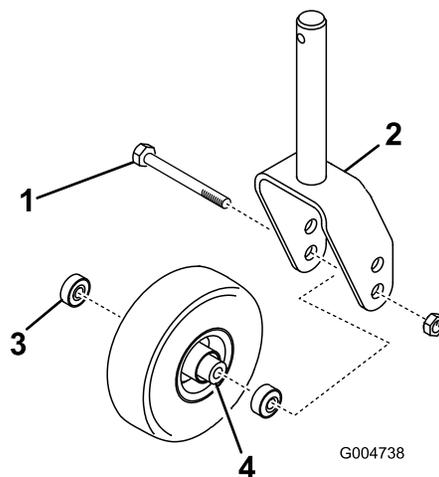
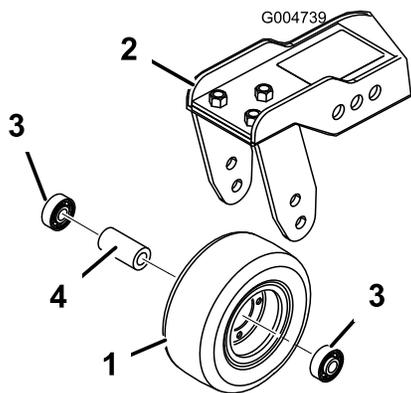

Figura 82
Figura 83
- Togliete il dado di bloccaggio dal bullone che fissa il gruppo ruota orientabile alla forcella (Figura 82) o al braccio di rotazione (Figura 83). Afferrate la ruota orientabile ed estraete la vite a testa cilindrica dalla forcella o dal braccio di rotazione.
2. Togliete il cuscinetto dal mozzo della ruota e lasciate cadere il distanziale del cuscinetto (Figura 82 e Figura 83). Togliete il cuscinetto dalla parte opposta del mozzo della ruota.